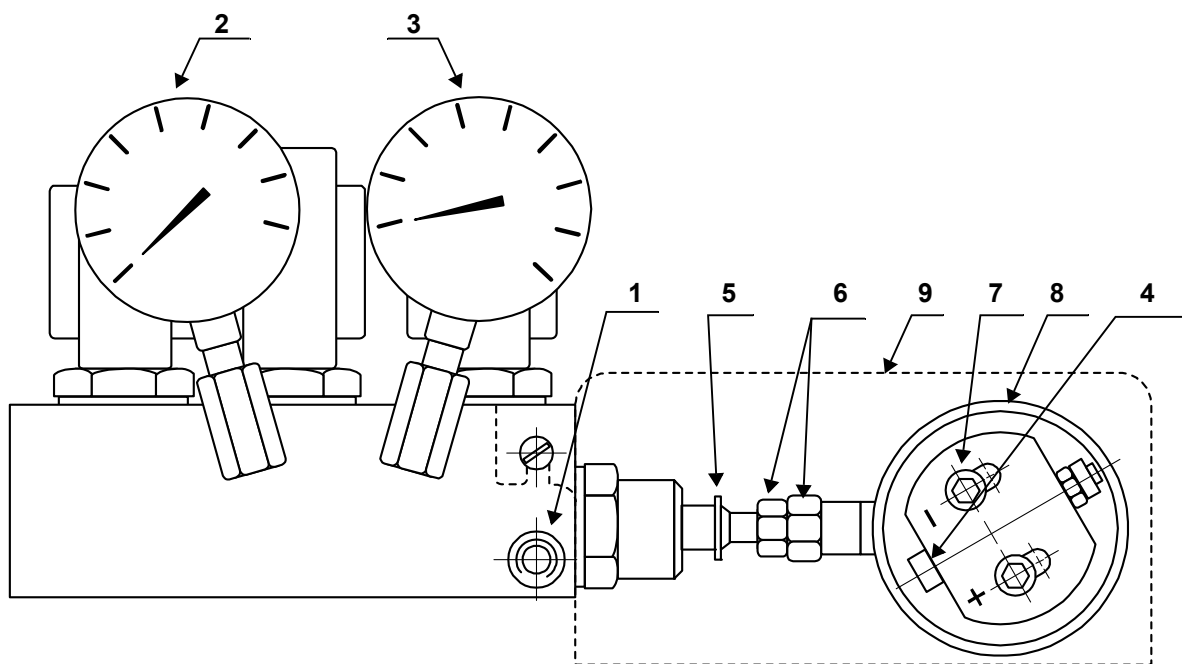

Fig. 3
La variation de pression sur le retour (manomètre 3 fig. 3) modifie le débit du combustible qui sort du gicleur.
- Faire tourner manuellement et lentement la came à profil variable (1) (fig. 5) reliée à l'excentrique (8) (fig. 3) et vérifier la variation de pression sur le manomètre (3) (fig. 3).
Les corrections de pression sur le retour s'obtiennent en faisant varier l'excentrique (8) (fig. 3) ainsi que l'écrou et contre écrou 6) fig.3.
La tête de combustion se règle en temps que l'excentrique (8) (fig. 3) et que la came à profil variable (1) (fig. 5).